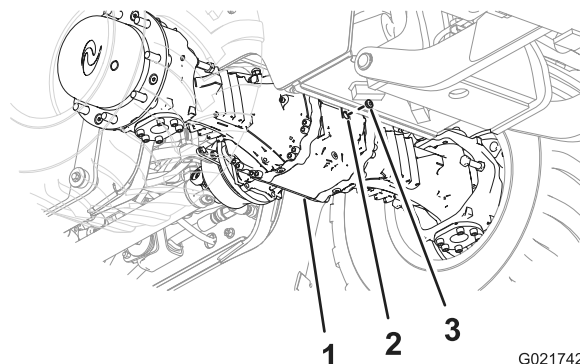
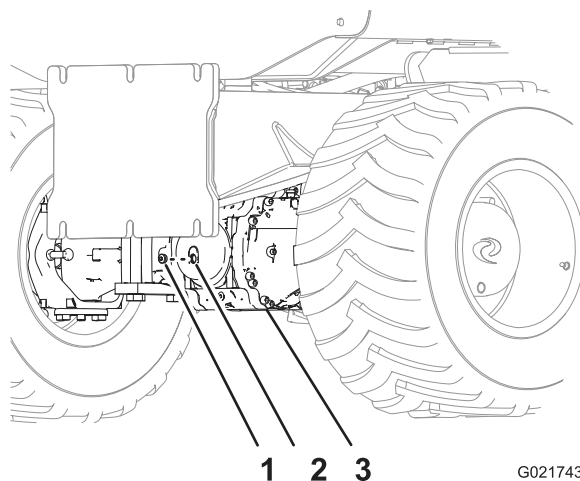

Figure 66
Figure 67
- Regardez par l'orifice du bouchon-indicateur pour vérifier que l'huile dans le pont atteint le bas du filetage de l'orifice (Figure 66 et Figure 67).
- Revissez le bouchon-indicateur dans l'orifice du carter des pignons du pont (Figure 66 et Figure 67).